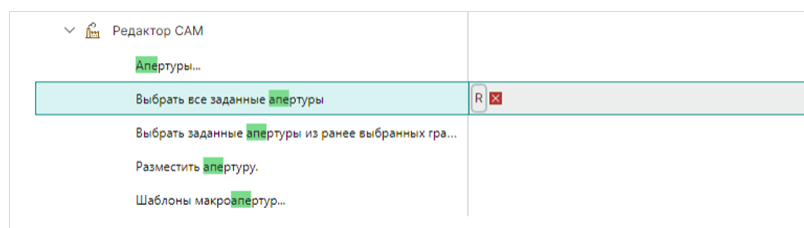

Рис. 59 Отображение заданной комбинации клавиш
4. Быстрая клавиша будет задана, см. Рис. 59.